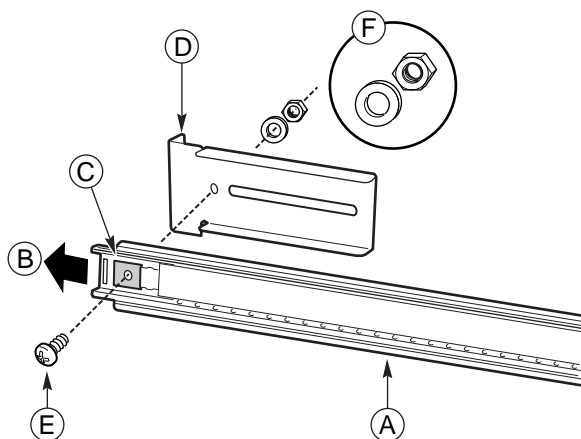

図5 ネジ、座金、ナット、ブラケット、スライドアセンブリの正しい合わせ方 (FL/RR)
2. 外メンバから中メンバを引き出し、外メンバの前方の端の穴が中メンバの四角い穴から見えるようにします。図5のBの方向に中メンバを引き出します。
4. 中メンバの内側からネジを穴に通し、座金とロックナットを使用して締めます。図5のように、ネジ、座金、ロックナット、ブラケットを正しく合わせてください。